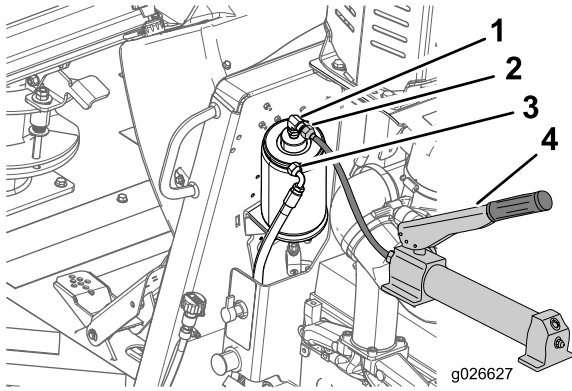

Рисунок 29
1. Отсоедините гидравлический шланг от цилиндра стояночного тормоза, как показано на Рисунок 29.
2. Подсоедините ручной гидравлический насос, способный обеспечить давление 350 фунтов на кв. дюйм, к цилиндру тормоза (Рисунок 29).